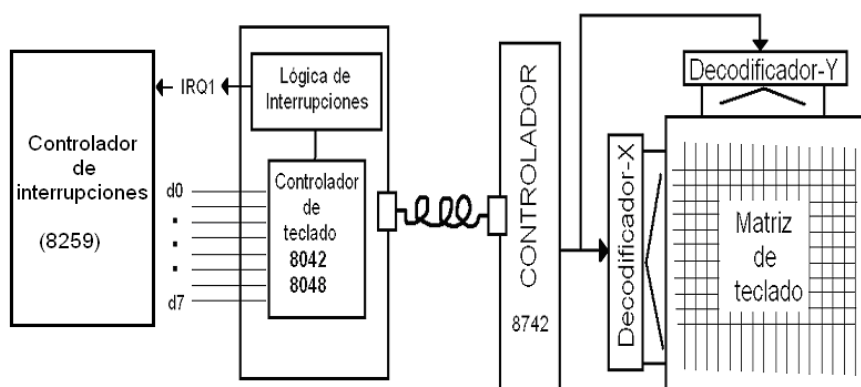

Figura 1.3. Esquema gráfico de conexión de un teclado.
- **Teclado numérico:** son teclas que contienen los caracteres numéricos y operaciones básicas sobre ellos (+, -, *, /), además del punto decimal. En el teclado de la figura 1.3 se puede observar estos caracteres a la derecha del teclado.